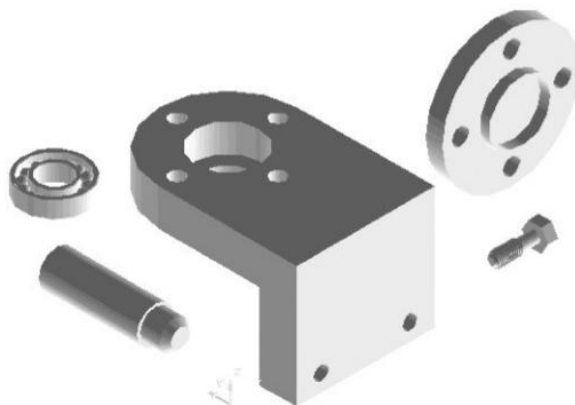

Рис. 28. Тривимірні моделі деталей вузла
- 1) За розмірами, отриманими в результаті розрахунків, створюють тривимірні моделі всіх деталей: вала, підшипника, кришки, корпуса, болтів (4 шт) (рис. 28).